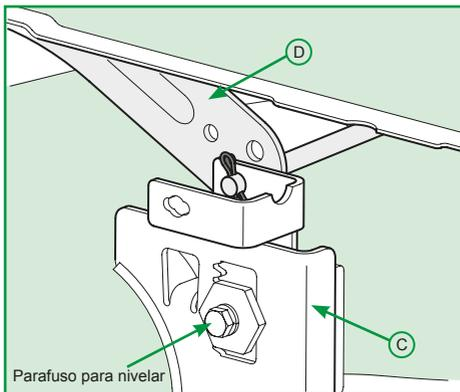

Figura 8
7. Posicione o suporte (C) da plataforma de corte no suporte (D) de elevação do trator, conforme Figura 8 e posteriormente, deslize o pino transpassando os dois suportes, prendendo-os com uma presilha;